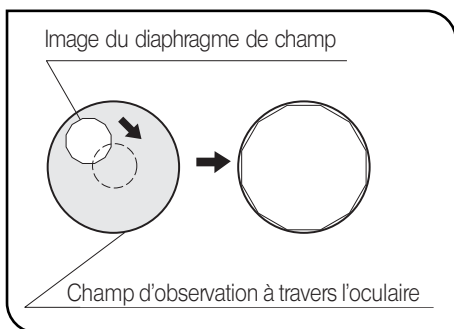

Fig. 22
4. Pour vérifier le centrage, ouvrir le diaphragme de champ jusqu'à ce que l'image s'inscrive exactement dans le périmètre du champ d'observation. Si l'image ne s'inscrit pas parfaitement dans le périmètre du champ d'observation, recommencer l'opération. (Fig. 22)